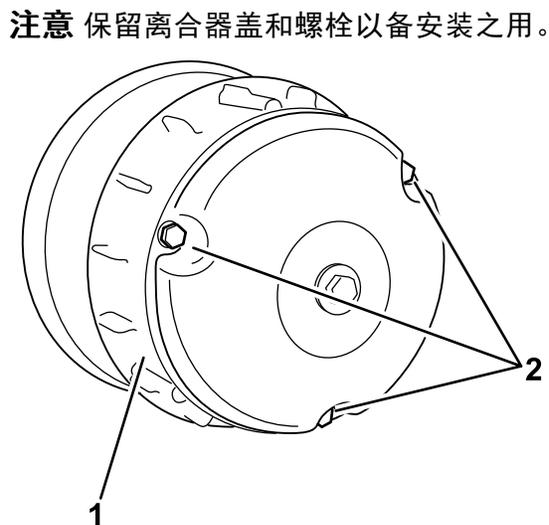

图 61
2. 拧掉将离合器盖固定到离合器的 3 个螺栓取下盖子图 61。
4. 安装离合器盖使用在 2 中卸下的 3 个螺栓 图 61 固定。